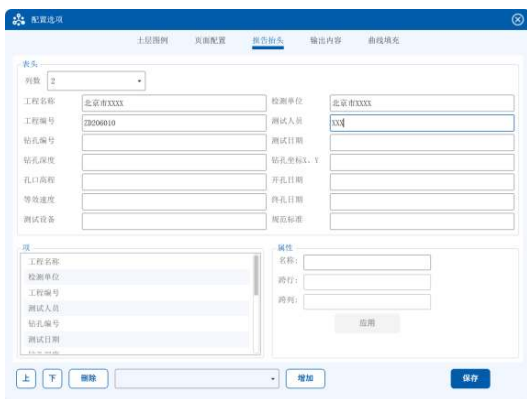

图 4.11 报告抬头
3. 报告抬头：设置工程名称、测试单位等信息，并且编辑信息位置、删除、增加和修改；如图 4.11 所示。